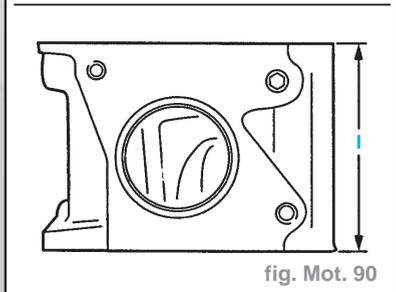

fig. Mot. 90
- Mesurer la hauteur de la culasse (entre les surfaces d'étanchéité) (fig. Mot. 90) :